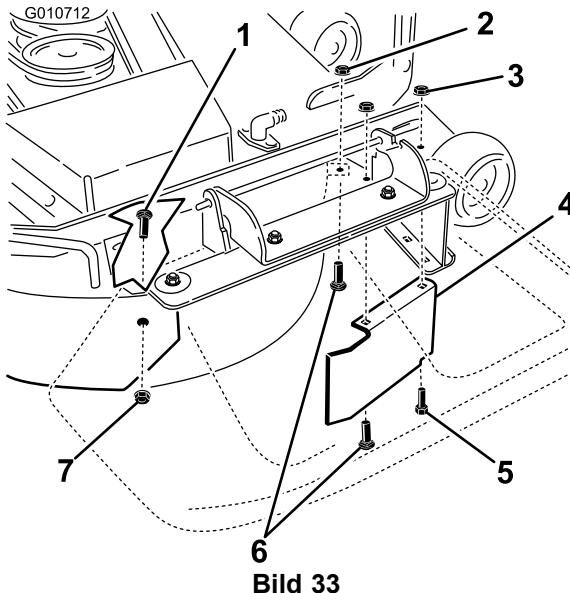

Bild 33
9. Entfernen Sie die Schlossschraube (5/16 x 3/4 Zoll) und Sicherungsmutter (5/16 Zoll) an der hinteren Wand des Mähwerks, mit der das Ablenkblech am Mähwerk befestigt ist (Bild 33).
10. Ermitteln Sie den Ablenkblechschutz an der vorderen Kante der Seitenauswuröffnung. Entfernen Sie die Befestigungen, mit denen der Ablenkblechschutz und das rechte Ablenkblech am Mähwerk befestigt sind, siehe Bild 33. Entfernen Sie den Ablenkblechschutz und bewahren Sie die Befestigungen auf.
12. Bringen Sie die Befestigungen an, die Sie vorher aus den vorderen Löchern in der Auswurfplatte und dem vorderen Loch am Mähwerk entfernt haben (Bild 33).